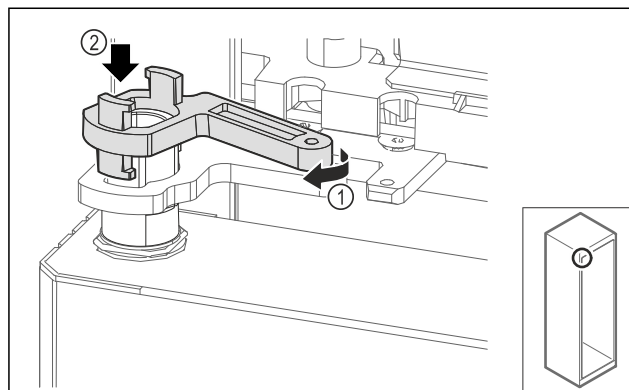

Fig. 66
- Mírně otočte zajištění stojanu ložiska Fig. 66 (1) a nasadte jej na objímku Fig. 66 (2).